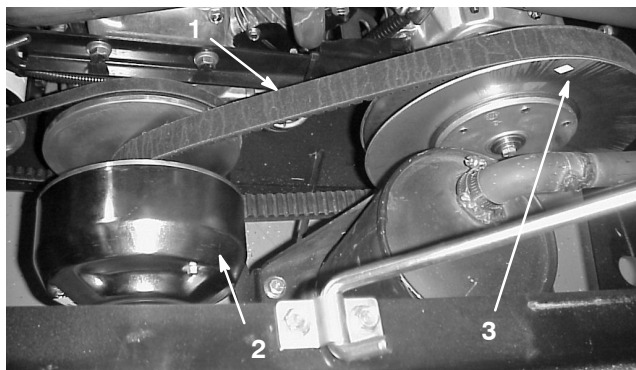

Bild 36
1. Drehen Sie den Riemen und verlegen ihn über die sekundäre Kupplung (Bild 36).
2. Entfernen Sie den Riemen von der Hauptkupplung (Bild 36).